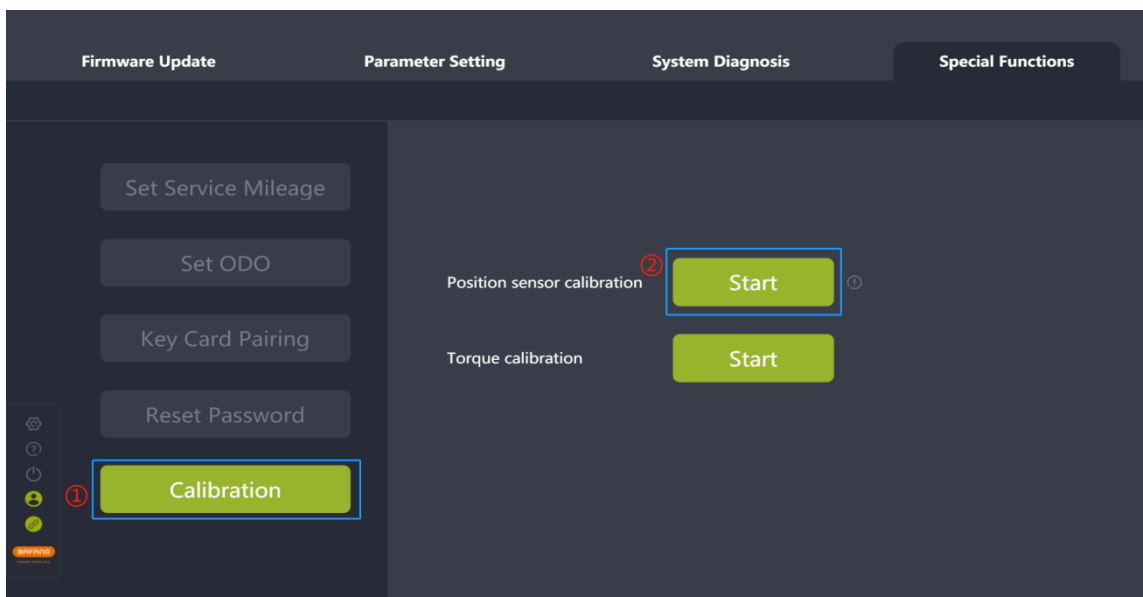

图 7-6 位置传感器标定
- (1) 将 BESST 工具箱连接控制器，选中“标定”；
- (2) 点击“位置传感器标定”标签旁的“开始”按钮，进行控制器位置标定（如图 7-6）；